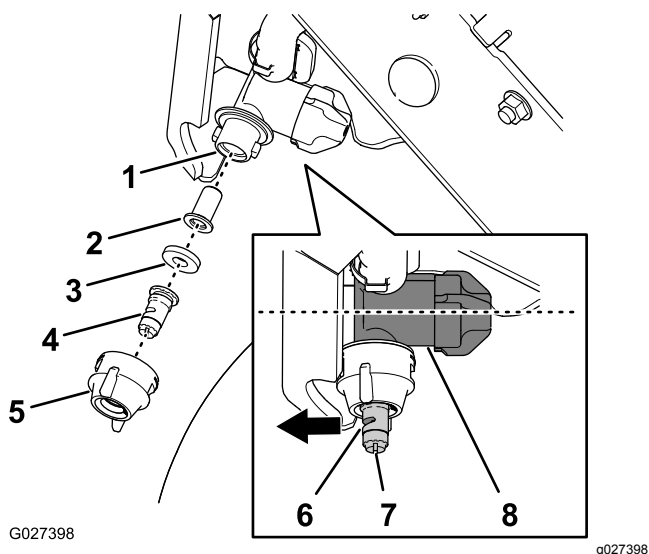

Figure 53
- Tournez le bouchon de buse de 90° dans le sens antihoraire et enlevez le bouchon du corps de la buse (Figure 53).
- Reposez l'embout, le joint et le capuchon sur le corps de la buse (Figure 53).
**Remarque:** Utilisez la fente pour faire tourner l'atomiseur (Figure 53) de l'embout en avant (pour l'aligner sur le boîtier du régulateur de débit du corps de la buse).
- Tournez le capuchon de la buse de 90° dans le sens horaire (Figure 53).
- Déposez l'embout du pulvérisateur, le joint et le filtre du corps de la buse (Figure 53).
- Montez le filtre sur le corps de la buse (Figure 53).
- Montez l'embout et le joint dans le capuchon de la buse (Figure 53).